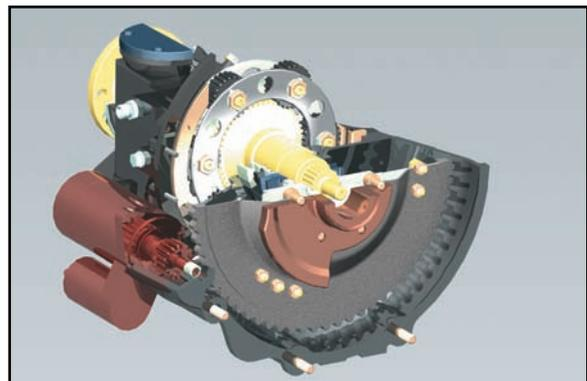

Рисунок 11.30. Результат рендеринга
- Закройте диалог настройки и нажмите кнопку **Начало заливки (Start Shade)**. Будет запущен процесс генерации изображения на основе заданных настроек материалов и освещенности. После окончания процесса генерации в диалоге активируются кнопки **Сохранить (Save)** и **Отрисовать (Plot)**, которые позволяют сохранить или напечатать полученное изображение (рис. 11.30).